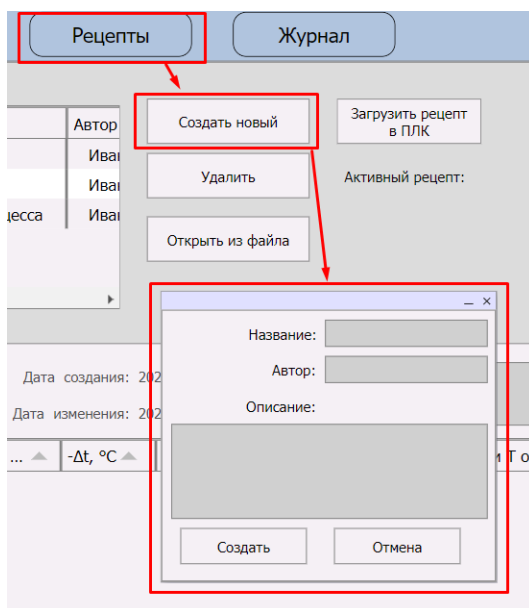

Рисунок 13 — Создание рецепта
2. В открывшемся окне укажите название, автора, описание рецепта и нажмите «Создать» (рис. 13). Рецепт будет открыт в редакторе «Текущий рецепт» в нижней половине экрана. Убедитесь, что поля «Имя», «Автор» и «Описание» заполнились введенными в окне создания значениями.